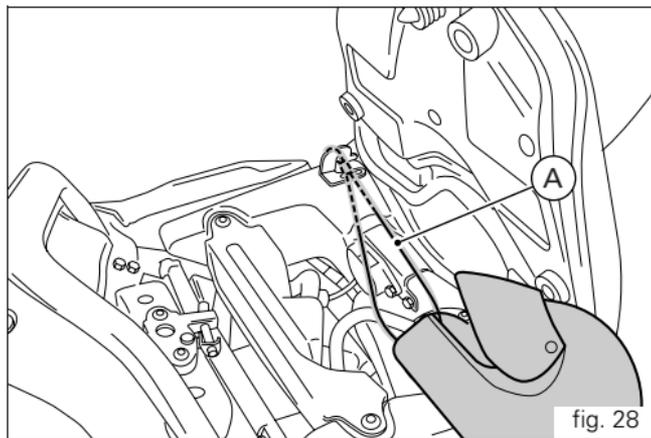

fig. 28
Le crochet pour la lanière de suspension du casque se trouve sous la selle passager. Faire passer la lanière (A) dans le casque et introduire ses extrémités dans le crochet. Laisser pendre le casque du côté gauche de la moto (fig. 28) et remettre la selle en place pour le fixer.